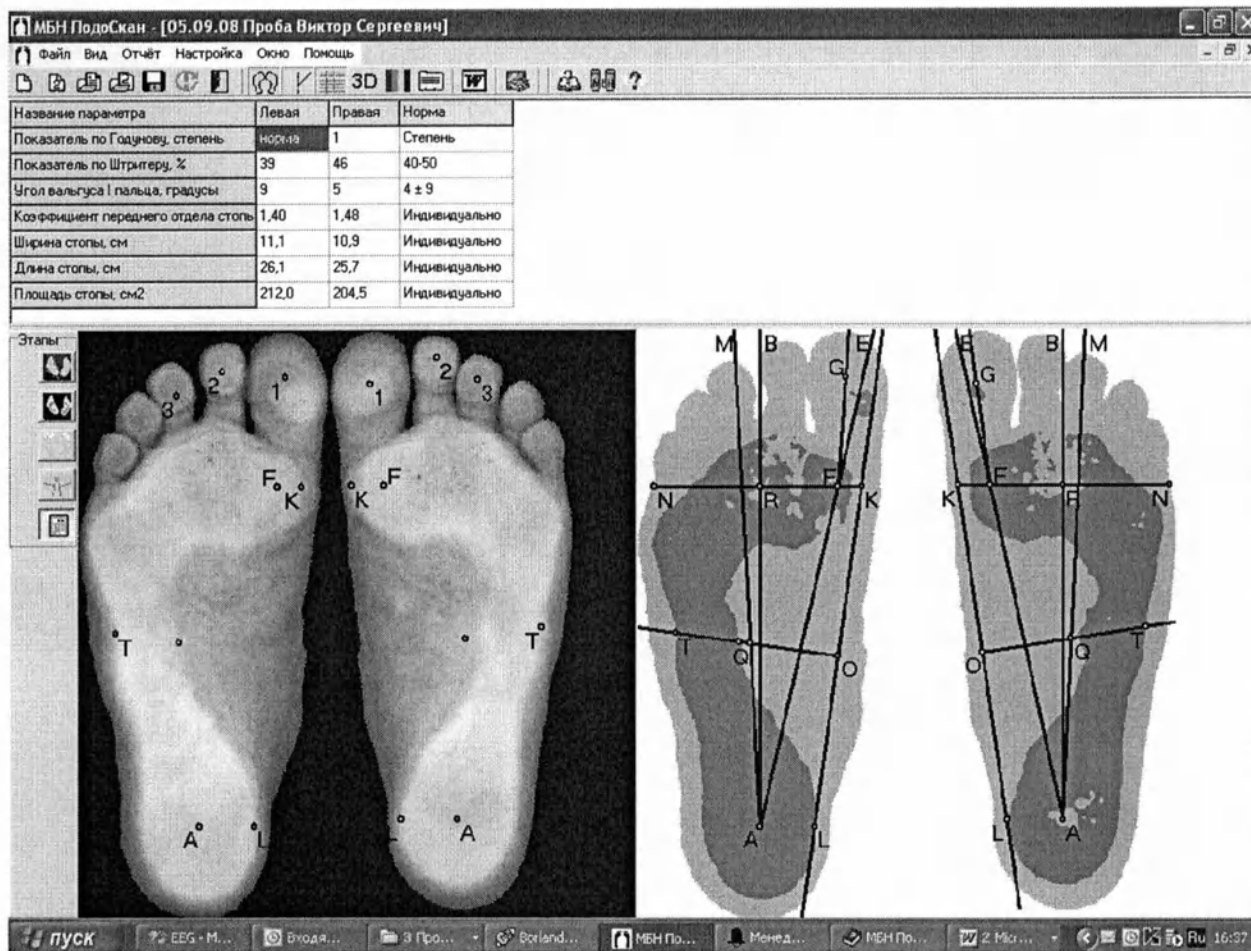

Рис.4
9.10 После нажатия на третью кнопку начинается этап- «Корректировка базовых точек». На изображении стоп появляются ещё ряд точек(см. рис. 4):F,K,L,T и ещё одна точка без обозначения. Положение этих точек также можно скорректировать в ручную, если они были установлены не точно. Произвести процедуру переустановки не точно установленных точек.